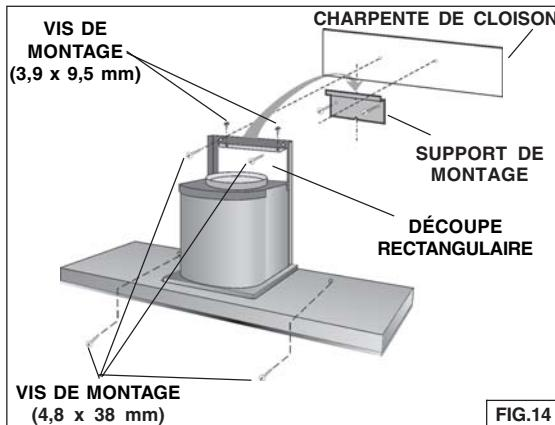

FIG.14
2. Aligner l'ouverture rectangulaire située à l'arrière de la hotte avec le support de montage mural. Abaisser lentement la hotte jusqu'à ce qu'elle s'emboîte dans le support (Fig. 14).
3. Mettre la hotte à niveau avec (2) vis de montage de 3,9 x 9,5 mm et la fixer avec (4) vis de montage de 4,8 x 38 mm. Si vous ne disposez pas de montants ni de structure, utiliser les ancrages pour gypse fournis (Fig. 14).